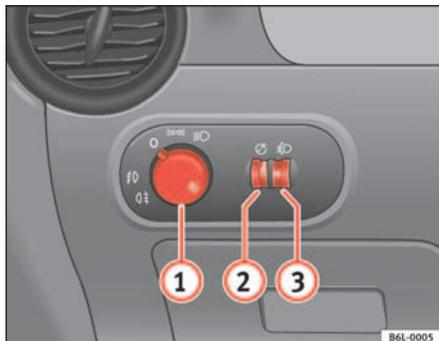

Abb. 55 Ausschnitt aus der Instrumententafel: Schalter für Licht, Nebelscheinwerfer und Nebelschlussleuchte
- Drehen Sie den Lichtschalter ⇒ Abb. 55 in Stellung 0.